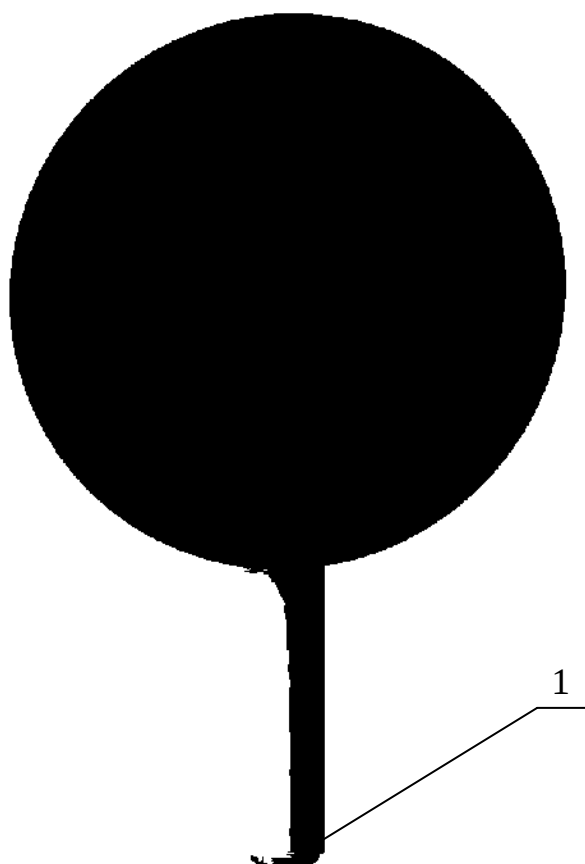

Рис. 2 – Внешний вид «черного шара»
1.3.1. Станция метеорологическая автоматизированная «ЭкоТерма-01» (далее станция «ЭкоТерма-01») состоит из измерителя «ЭкоТерма» (далее измеритель, рис.1), состыкованного с «черным шаром» (по заказу, рис.2), и блока индикации (отображения информации) БОИ-01, соединенных гибким кабелем либо по радиоканалу. Общий вид станции «ЭкоТерма-01» представлен на рис. 3.
1.3.2. Станция метеорологическая автоматизированная «ЭкоТерма-02» (далее станция «ЭкоТерма-02») состоит из измерителя (рис.1), состыкованного с «черным шаром» (по заказу, рис.2) и блока индикации (отображения информации) МКС-02, соединенных гибким кабелем либо по радиоканалу. Общий вид станции «ЭкоТерма-02» представлен на рис. 4.